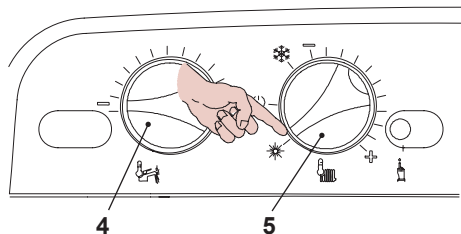

Fig. 2.5
- Ruotate il selettore 5 come in Fig. 2.5.